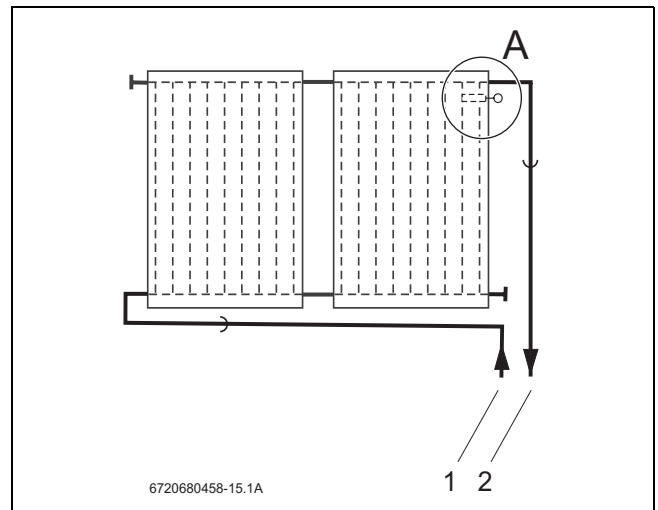

Bild 45 Einbauort Kollektorfühler (schematische Darstellung)
Der Kollektorfühler liegt der Kompletstation bzw. der Regelung bei. Den Einbauort bei ein- bzw. zweireihigen Kollektorsystemen beachten (Bild 45, [1]).
Der Kollektorfühler muss im Kollektor mit der angeschlossenen Vorlaufleitung (Bild 45, [2]) montiert werden.
- Einbauort (Bild 45, [A]) bei einreihigen Kollektorsystemen mit Vorlaufleitung rechts.